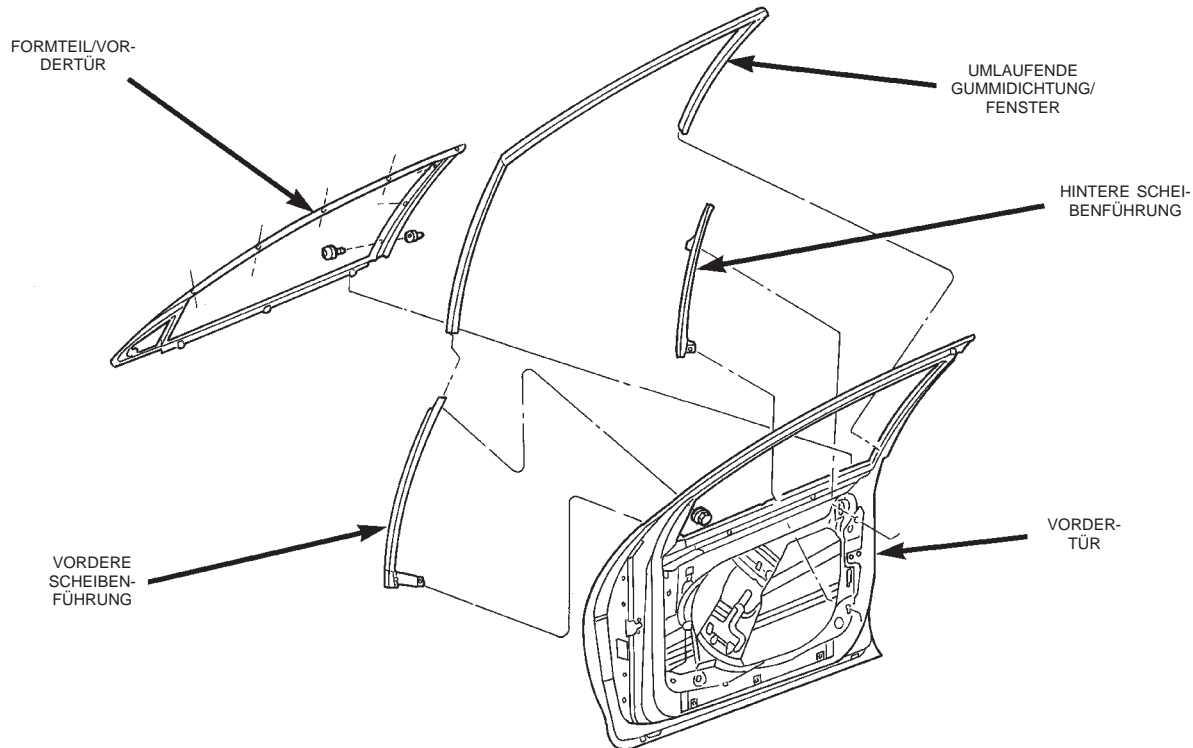

Abb. 35 Umlaufende Gummidichtung/Fenster
(1) Dreieckige Lautsprecherverkleidung, Türverkleidung und Wasserschutzfolie nach Bedarf abbauen und die Halterung des herausnehmbaren Einsatzes abziehen.
(2) Scheibe ausbauen.
(3) Außenspiegel abbauen.
(4) Gummidichtung des Fensters aus der vorderen unteren Führungsschiene über der Türverriegelung herausziehen.
(5) Umlaufende Gummidichtung aus der Scheibenrahmenführung herausziehen (Abb. 35).